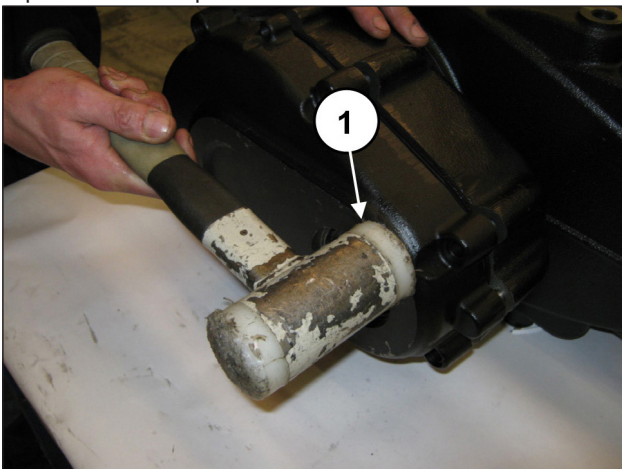
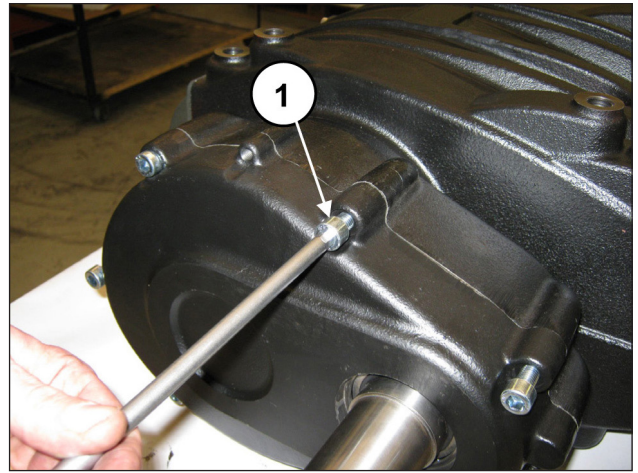

Fig. 87
Fig. 88
Monter le couvercle du réducteur à l'aide d'un outil à inertie (rep. ①, Fig. 87) et le fixer à l'aide de 7 vis M10x40 (rep. ①, Fig. 88).